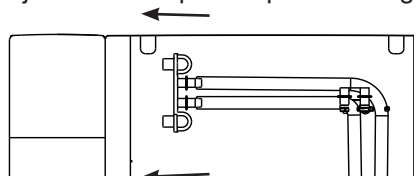

Figura 1
- Desconecte ambas tuberías de la parte trasera de la máquina/base del tanque lateral y cubra las mismas en un lavabo, recipiente, cubo, o receptáculo que pueda contener por lo menos 0.5 galones / 2 litros de agua. (Figura 1 y 2)